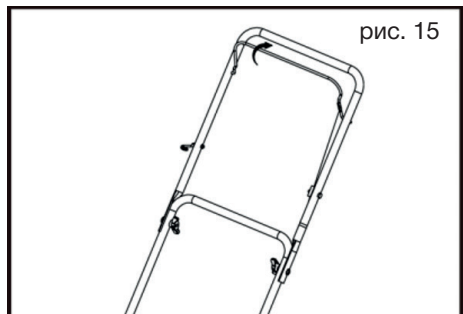
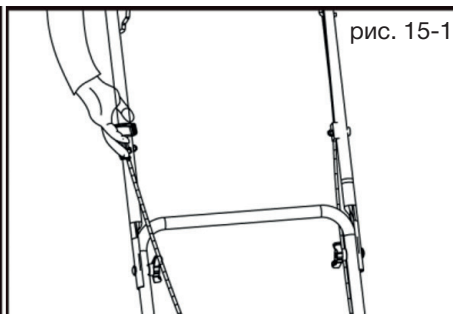

рис. 15
рис. 15-1
2. Встаньте позади газонокосилки.левой рукой нажмите на рычаг остановки двигателя (рис.15) и удерживайте его, а правой рукой возьмите ручку стартера (Рис.15-1)
3. Проверните коленчатый вал двигателя ручным стартером (рис.15-1) до тех пор, пока не почувствуете сопротивление, затем медленно опустите ручку стартера вниз. Снова медленно потяните за ручку стартера, пока не почувствуете, что стартер вошел в зацепление с маховиком, после чего, резко и с усилием потяните за ручку стартера и запустите двигатель. При необходимости повторите. После запуска двигателя медленно и плавно верните ручку стартера на место.